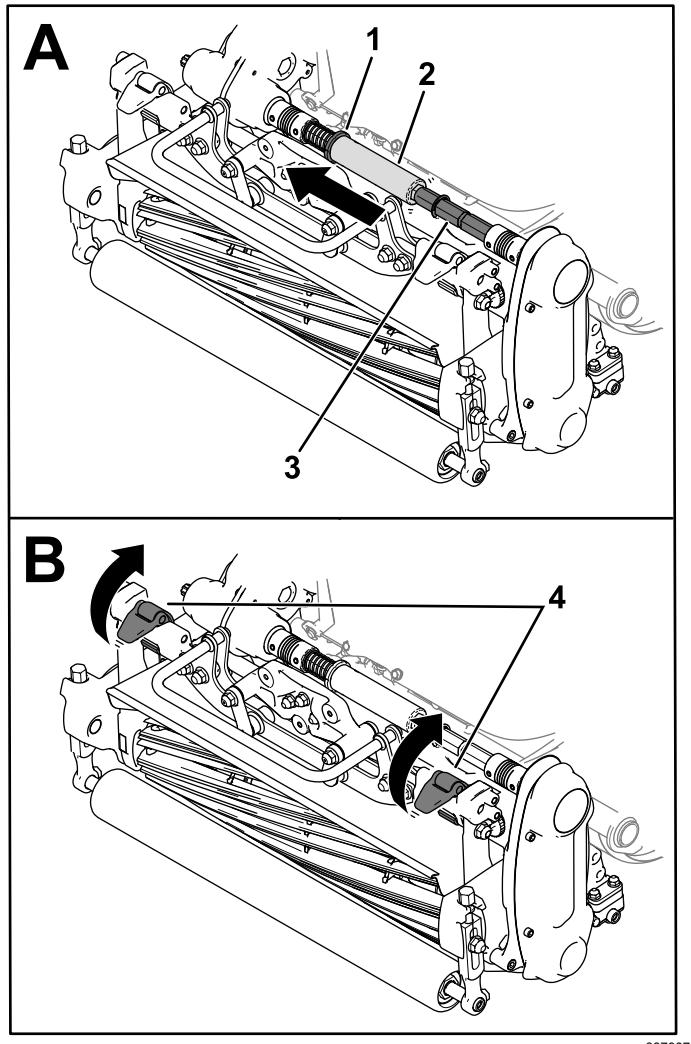

Figura 46
- Mova o anel (Figura 46) para a ranhura da união da unidade de corte.
- Deslize o tubo hexagonal para fora do veio da união da unidade de corte (Figura 46).
- Mova os trincos da suspensão para cima para libertar a unidade de corte da máquina (Figura 46).